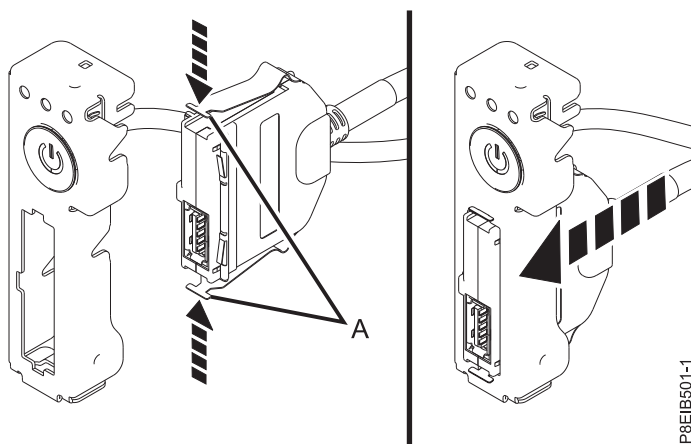

Figura 108. Conexión del cable USB frontal al interruptor de alimentación
3. Conecte el cable USB frontal al interruptor de alimentación. Empuje hacia dentro los mecanismos de cierre (**A**) para que el puerto USB quede bloqueado en el interruptor de alimentación. Consulte la Figura 108.